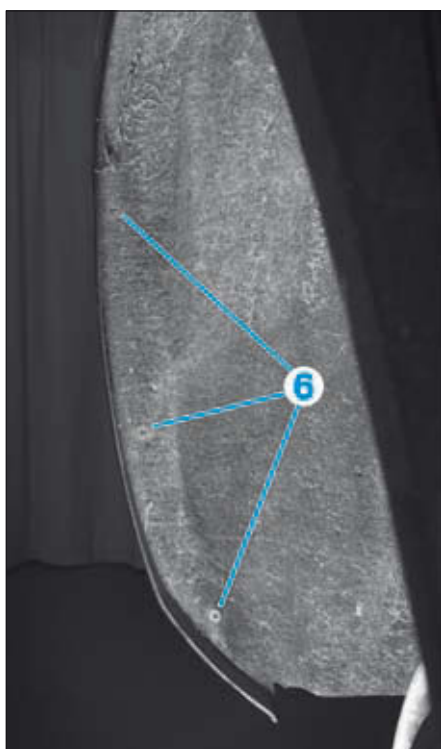

FIG. 107
- déposer les vis latérales (6) (Fig.107).